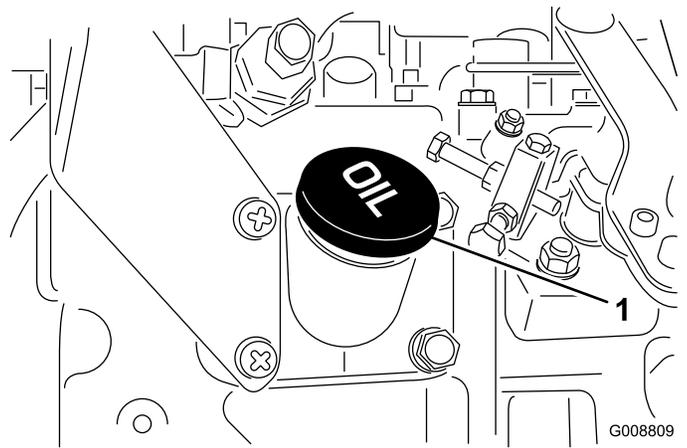

Bild 33
4. Wenn der Ölstand unter dem sicheren Bereich liegt, nehmen Sie den Fülldeckel ab (Bild 33) und gießen Sie genug Öl ein, um den Ölstand bis zur VOLL-Marke anzuheben. **Füllen Sie nicht zu viel ein.**